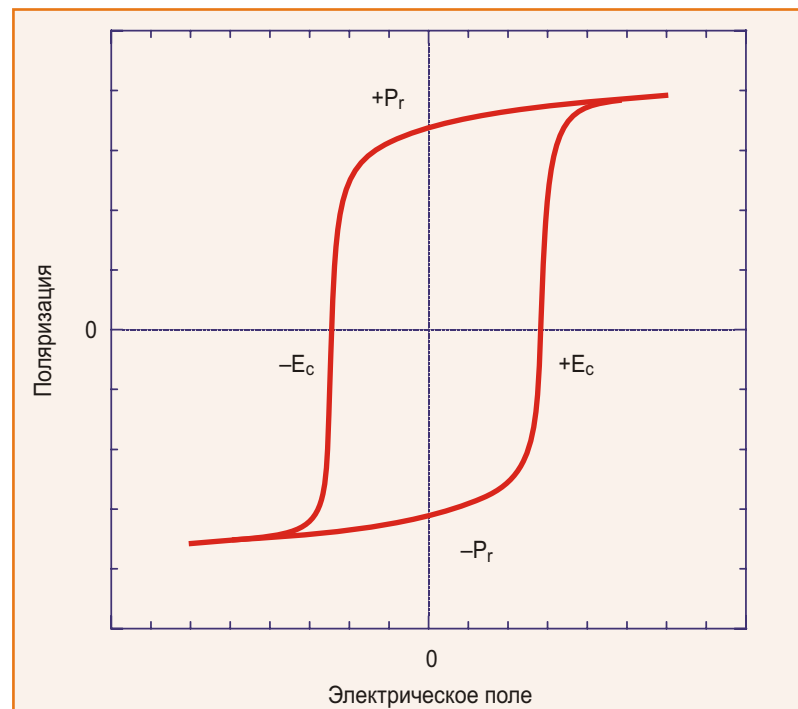
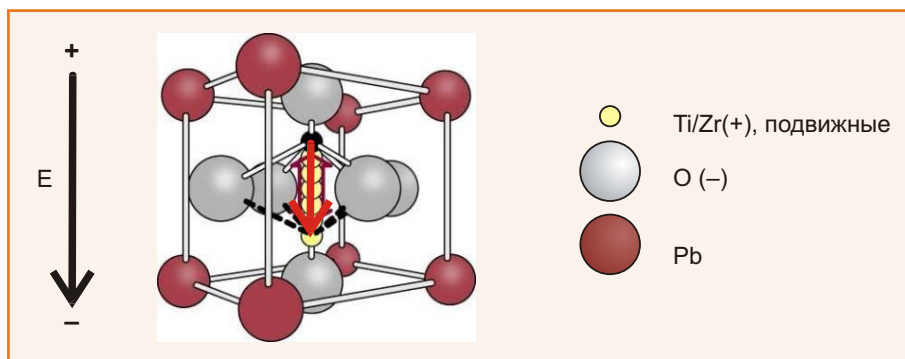

Рисунок 1. Петля гистерезиса сегнетоэлектрика.
Рисунок 2. Кристаллическая решетка цирконата-титана свинца.
Последнее семейство микроконтроллеров LPC4000 (Рисунок 1) интересно по целому ряду причин. Среди них:
Происхождение термина связано со сходством петли гистерезиса сегнетоэлектрика (Рисунок 1) с петлей магнитного гистерезиса железа. Однако, в отличие от последнего, гистерезис FRAM обусловлен электрическими диполями, образованными атомами циркония (Zr) и кислорода (O) в керамическом кристалле цирконата-титана свинца, используемом для изготовления FRAM (Рисунок 2).
Приложенное электрическое поле (E) может поляризовать материал, «передвигая» атомы циркония в кристаллической решетке. Но для перемещения атомов циркония с одной стороны атома кислорода (в нашем примере сверху) в другую (вниз), необходимо преодолеть барьер, образованный атомами кислорода (O). Таким образом, по мере увеличения напряженности поля, атомы циркония постепенно приближаются к атомам кислорода, и при определенном уровне напряженности резко смещаются вниз (Рисунок 2). Если затем поле изменит направление на противоположное, ситуация повторится относительно обратного